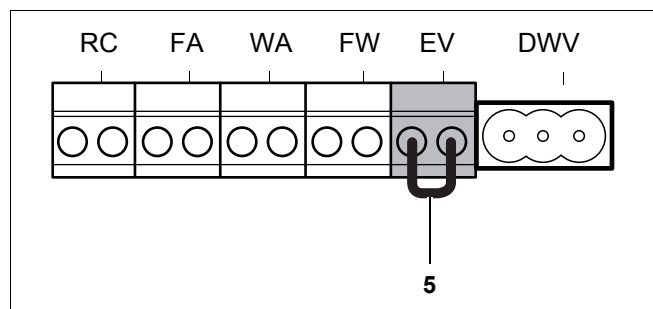

Fig. 35 Regletă – contact de cuplare extern fără potențial pentru încălzirea pardoselii de exemplu (culoare de racord roșie)
- Îndepărtați puntea de scurtcircuit a bornei EV (fig. 35, poz. 5).
- Racordați contactul de cuplare la borna roșie EV (fig. 35, poz. 5).